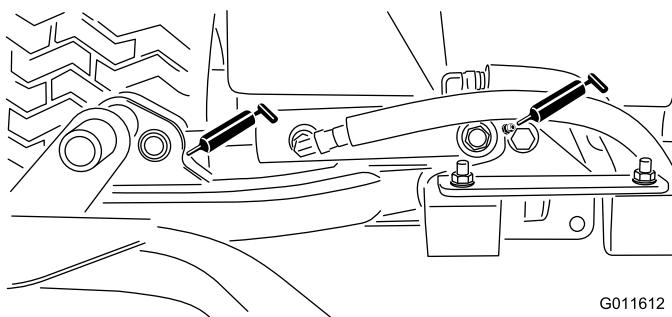

Figura 30
- Cilindros do braço de elevação da unidade de corte (2 cada) (Figura 30)
- Articulações do braço de elevação (1 cada) (Figura 30)